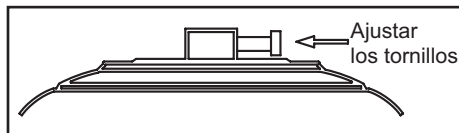

Figura 8
6. Vuelve a ajustar los tornillos del collarín en la parte superior de la carcasa del motor (Figura 8).